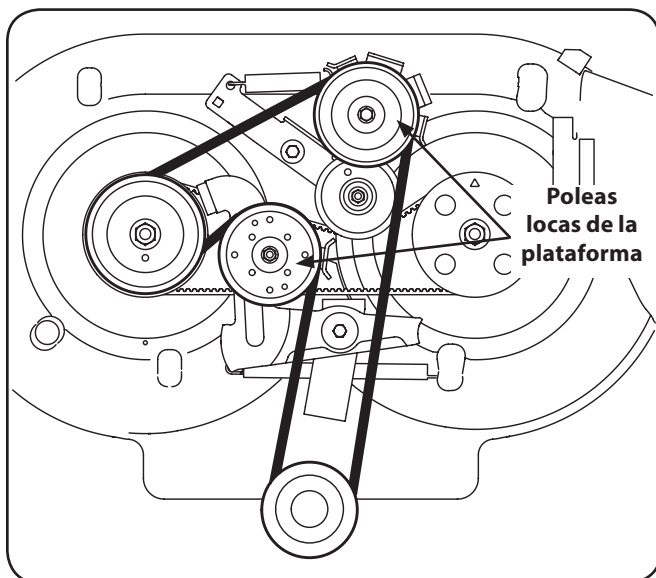

Figure 7-8
4. Afloje, pero no saque, la tuerca y el perno que fijan cada polea loca de la plataforma. Vea Figure 7-8.
6. Coloque la correa nueva como se muestra en Figure 7-8.